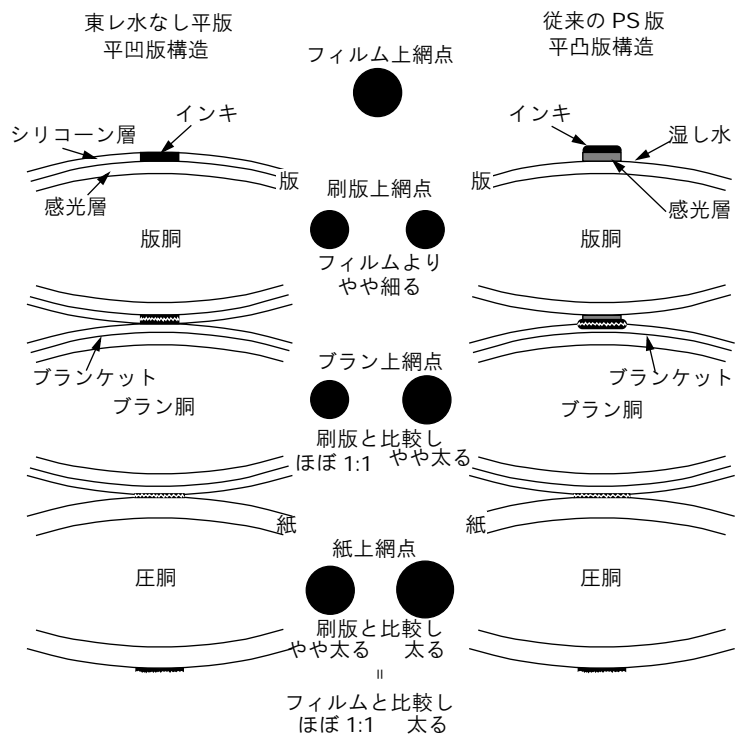

図 6 版構造の違いによる印刷時網点太りの差
**A** 感光層のところで述べたように、従来版が平凸版に対し、水なし平版は平凹版構造になっています。したがって、インキが版からブランケットに転移するとき横拡がりが押さえられ、網点サイズはほぼ 1:1 で転移します(図6)。